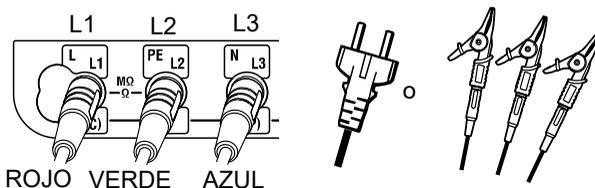

Fig. 14-1
- (1) Presione el pulsador Power y encienda el instrumento. Gire el selector giratorio y seleccione la función VOLTS.
- (2) Conecte los cables de prueba al instrumento. (Fig. 14-1)